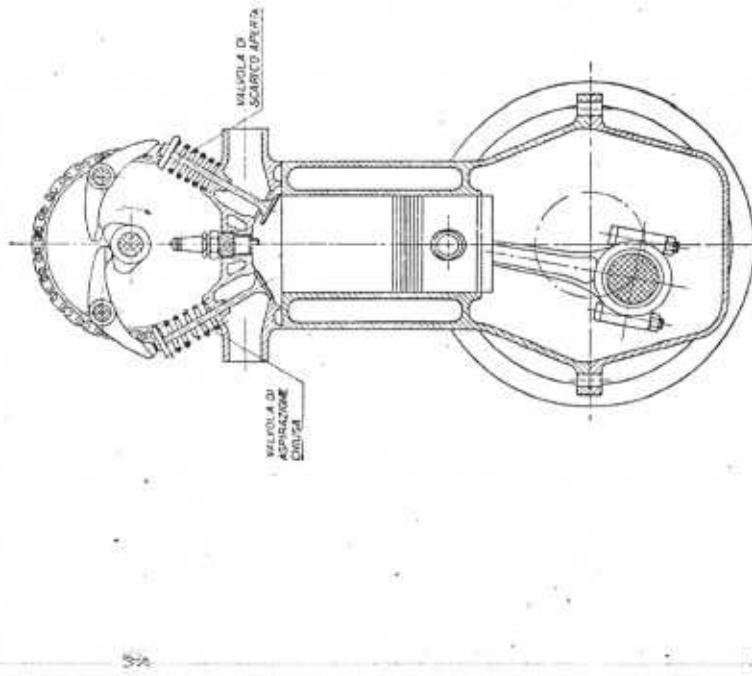

Fig. 4.
*Quarta fase - Scarico:* la valvola di aspirazione è chiusa, quella di scarico è aperta. Lo stantuffo risalendo dal punto morto inferiore a quello superiore, spinge fuori dal cilindro i gas prodotti dalla combustione (fig. 4).